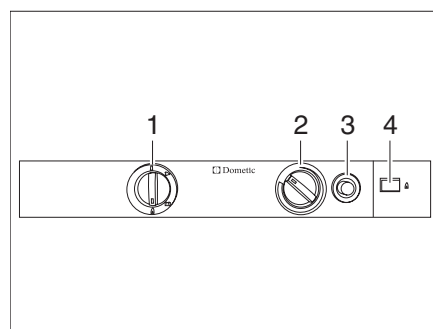

Fig. 268 Boutons de commande pour le réfrigérateur (Dometic Série 8)
- Placer le sélecteur de source d'énergie (Fig. 268,1) sur "🔥".
- Enfoncer le bouton tournant (Fig. 268,2) sur le niveau le plus élevé et le maintenir enfoncé. Attendre jusqu'à ce que le gaz s'écoule vers le brûleur.
- Enfoncer le bouton d'allumage du gaz (Fig. 268,3) et le maintenir enfoncé. L'allumage s'effectue de manière automatique.
- Maintenir le bouton d'allumage du gaz (Fig. 268,3) enfoncé jusqu'à ce que l'indicateur de la flamme (Fig. 268,4) passe au vert, puis le relâcher.
- Maintenir le bouton tournant (Fig. 268,2) encore enfoncé pendant 10 à 15 secondes, puis le relâcher.
- Placer le sélecteur de source d'énergie (Fig. 268,1) sur "⏏".
- Régler la température de réfrigération avec le bouton tournant (Fig. 268,2).